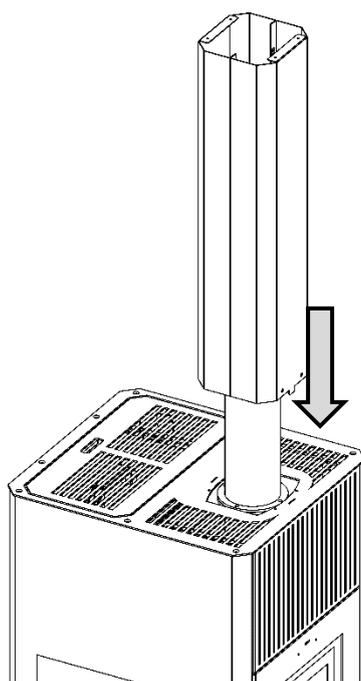

Fig. 02
2. Infilare il copritubo intorno al tubo fumi e farlo scendere fino ad appoggiarlo sul Top (Fig.02)